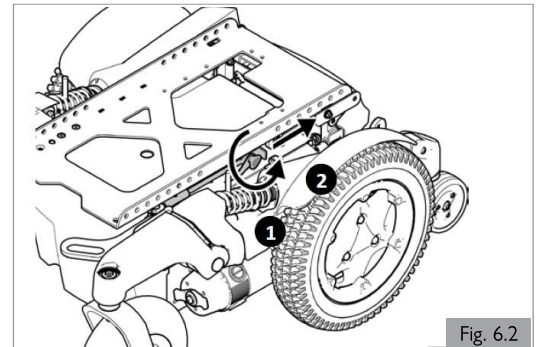

Fig. 6.2
1. Extraiga los dos tornillos de la empuñadura ubicados bajo la mitad delantera del cuadro del asiento; estos conectan el cuadro del asiento con la interfaz del módulo del asiento (paso 1) y suelte la palanca (paso 2) (Fig. 6.2).